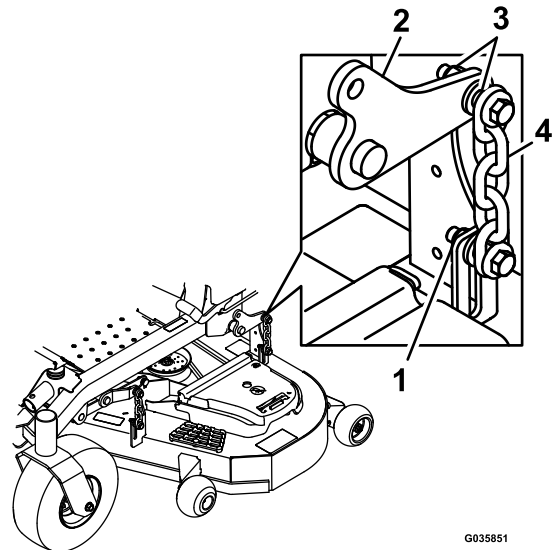

Figura 123
13. Afloje las contratuercas (Figura 123) en las cuatro esquinas y asegúrese de que la carcasa de corte quede bien asentada sobre los cuatro bloques.